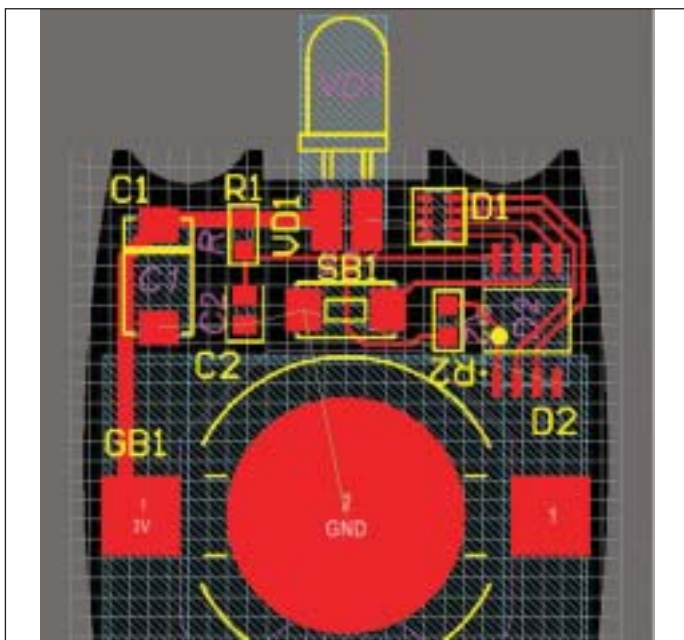

Рис. 84. Промежуточные результаты трассировки
4. Разведите все остальные связи, кроме GND и цепи, соединяющей второй вывод светодиода VD1 с выводами резисторной сборки D1 (рис. 84).